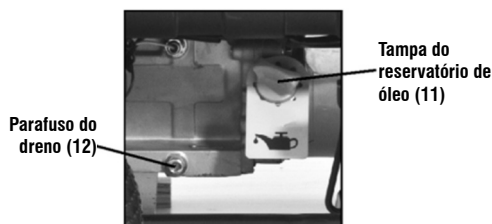

Fig. 21 – Troca de óleo
- Remova a tampa de dreno do cárter (fig. 21);